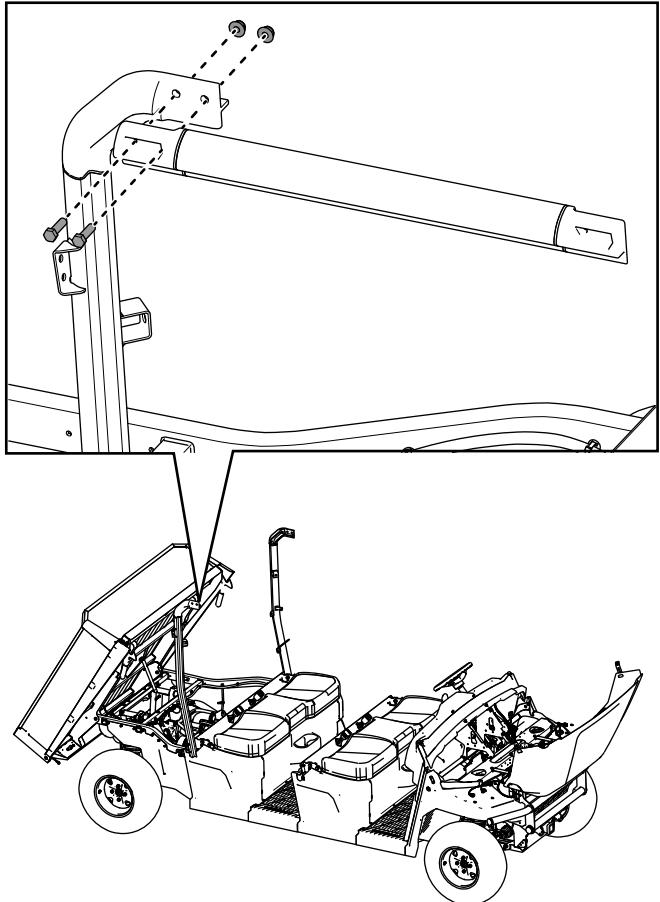

Figure 43
8. Fixez légèrement le connecteur de la barre droite de l'arceau de sécurité à la barre arrière droite à l'aide de 2 boulons à tête hexagonale ($\frac{3}{8} \times 1\frac{1}{4}$ po) et de 2 contre-écrous ($\frac{3}{8}$ po), comme montré à la Figure 43.